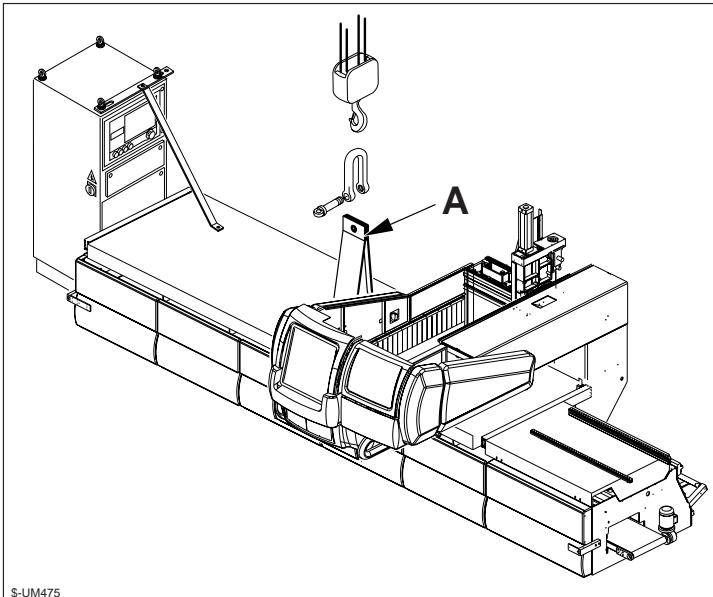

Fig. 4.1a
- per il sollevamento utilizzare esclusivamente l'apposita staffa A (fig. 4.1a) .